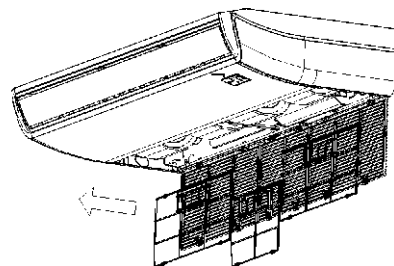

Fig. 6-3
- Bezpośrednio wyjąć filtr powietrza z wlotu powietrza, jak wskazano na Rys.6-3.
- Założyć filtr powietrza w odwrotnej kolejności, zgodnie z Rys. 6-3.